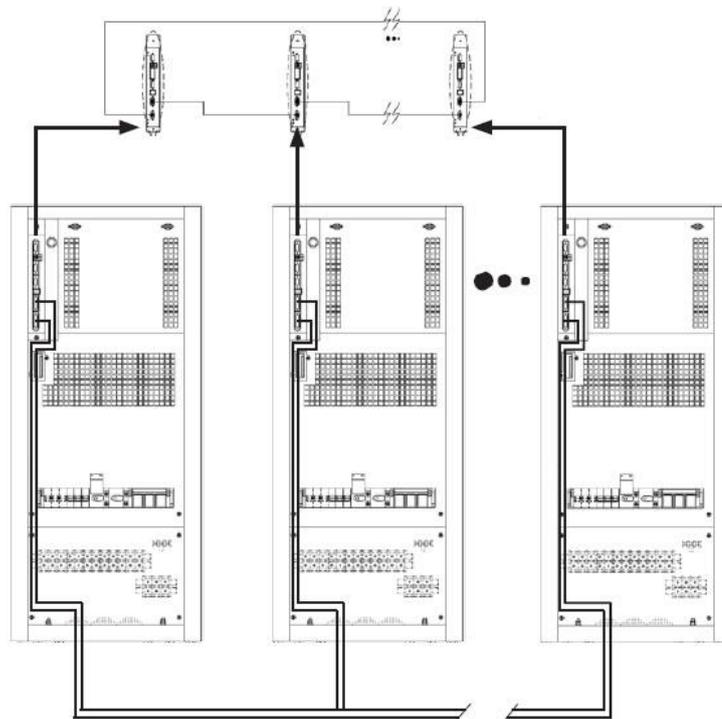

Рисунок 3.6 Пример подключения коммуникационной шины параллельной системы
- В качестве примера смотрите рисунок 3.6.